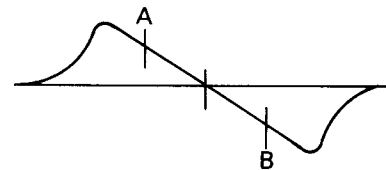

Fig. 23
- Utiliser le noyau de T201 pour former la courbe-S indiquée sur la Fig. 23. Régler la symétrie de A et B au niveau du point C pour la linéarité.